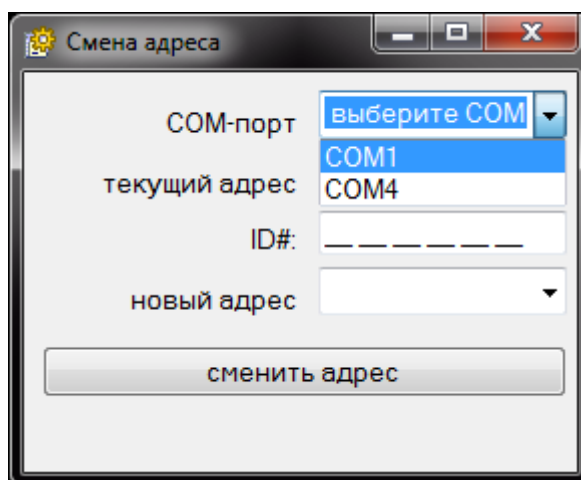

Рис.18
1). Подключить к ПЭВМ адаптер интерфейсов универсальный АИУ(01) (допускается использование вместо АИУ(01) аналогичного по характеристикам преобразователя USB-RS485 сторонних производителей). При необходимости проинсталлировать драйвера для адаптера (размещены на сайте [www.rovalant.com](http://www.rovalant.com)).
2). Подключить КСО.Д к АИУ(01) и подать питание на КСО.Д.
3). Запустить приложение KSOD\_address.exe с диска из комплекта поставки КСО.Д (приложение также размещено на сайте [www.rovalant.com](http://www.rovalant.com)), в поле «СОМ-порт» выбрать виртуальный СОМ-порт АИУ(01) или преобразователя стороннего производителя, через который осуществляется связь с КСО.Д (исп.485) (рисунок 18).